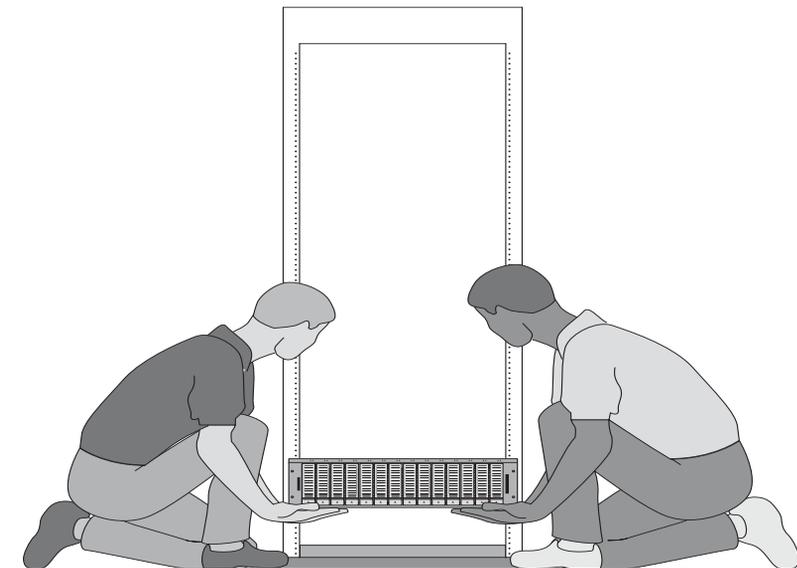

図 C-4 トレイのエンドキャップの取り外し
1. トレイの左右のエンドキャップを取り外し、ねじ取り付け穴が見えるようにします(図 C-4)。